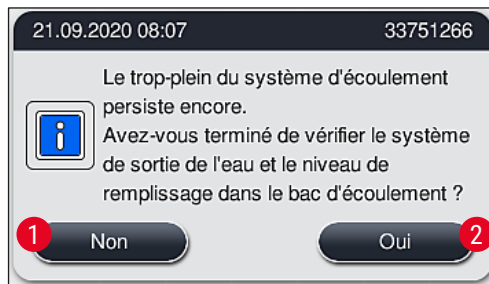

Fig. 124
2. Au bout de 5 minutes et après avoir effectué d'autres tentatives de nettoyage tandis que l'obstruction persiste, un message (→ "Fig. 124") à l'écran indique à l'utilisateur que le niveau d'eau est toujours trop élevé. En appuyant sur **Non** (→ "Fig. 124-1"), l'utilisateur peut prolonger le temps d'attente de 5 minutes supplémentaires pour effectuer d'autres tentatives de nettoyage. Si les autres tentatives de nettoyage dans ce deuxième intervalle aboutissent, la situation est résolue comme décrit sous 1. Si les mesures de nettoyage nécessitent davantage de temps, appuyer sur **Non** (→ "Fig. 124-1"). L'intervalle peut être répété plusieurs fois. Si l'obstruction ne peut être dégagée malgré toutes les tentatives de nettoyage, appuyez sur **Oui** (→ "Fig. 124-2") pour démarrer un processus d'abandon contrôlé, voir les sections 3 et 4 ci-après.